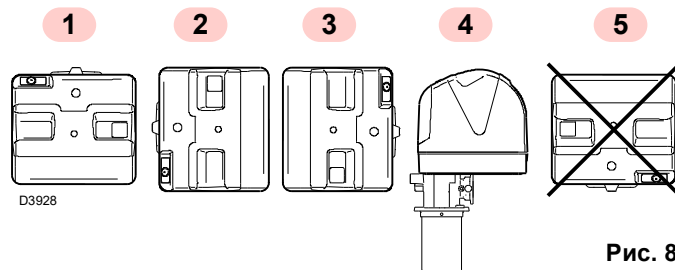

Рис. 8
- Горелка предназначена исключительно для функционирования в положениях 1, 2, 3 и 4 (Рис. 8).